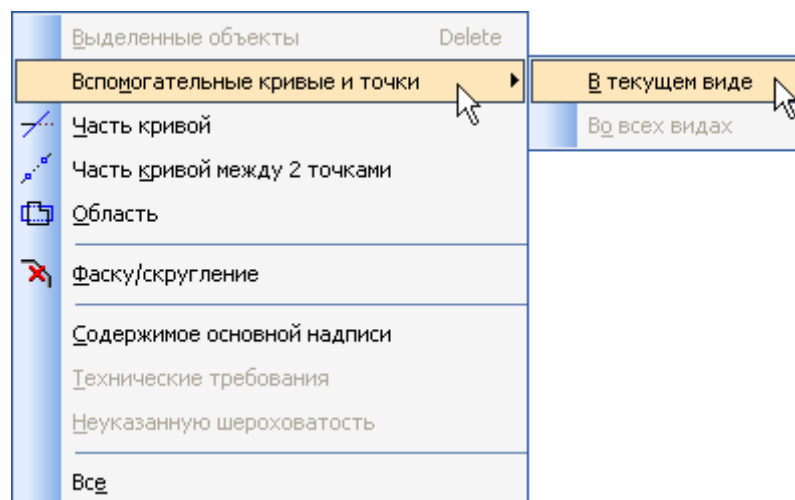

Рисунок 19.
- Выполните команду Удалить – Вспомогательные кривые и точки – В текущем виде (рис.19).